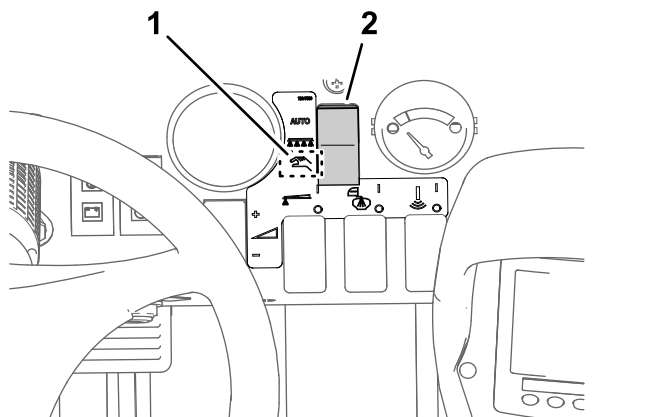

Figura 38
2. Mueva el interruptor del modo de fumigación al modo manual (Figura 38).